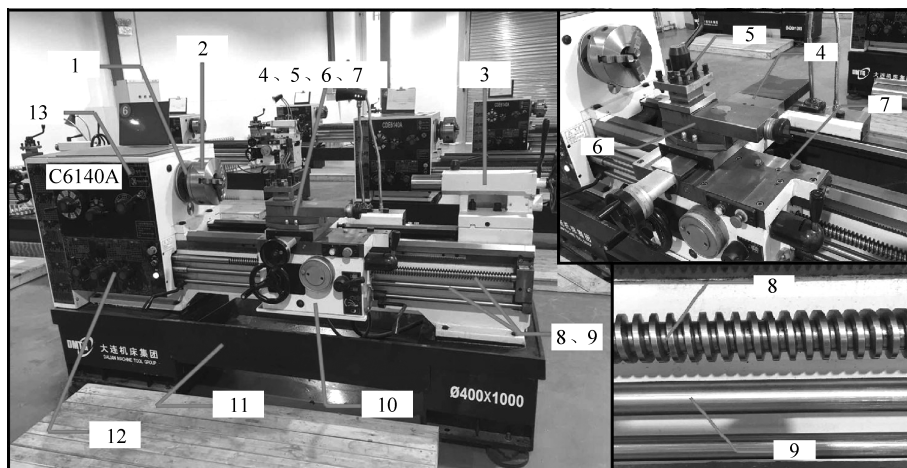

图 5.2 车床及其构件
2. 图 5.2 为实习用车床,请说明各构件的名称及作用,并解释铭牌上 C6140A 的含义是什么。(每空 1.5 分,共 45 分)